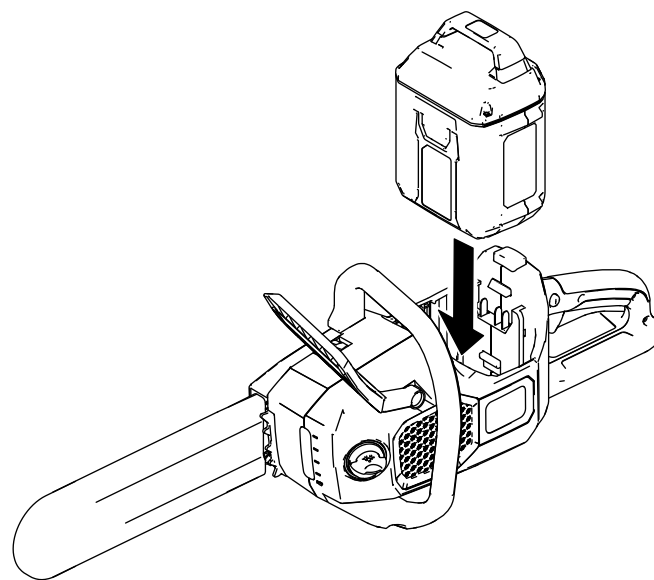

Figura 23
2. Alinee la lengüeta de la batería con el hueco correspondiente de la motosierra (Figura 23).